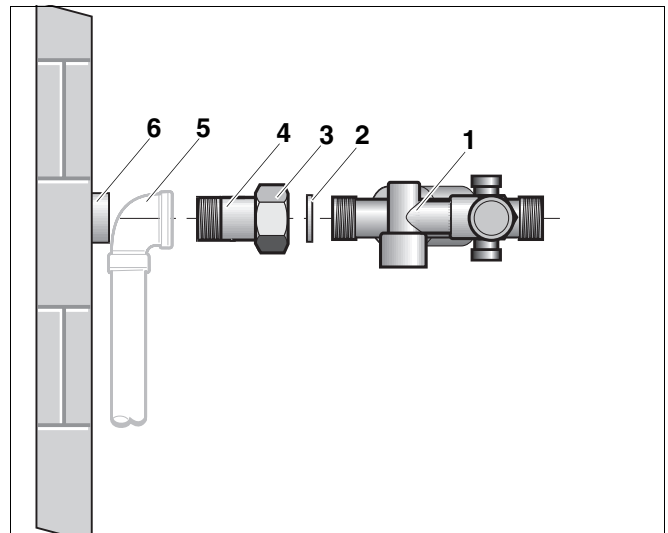
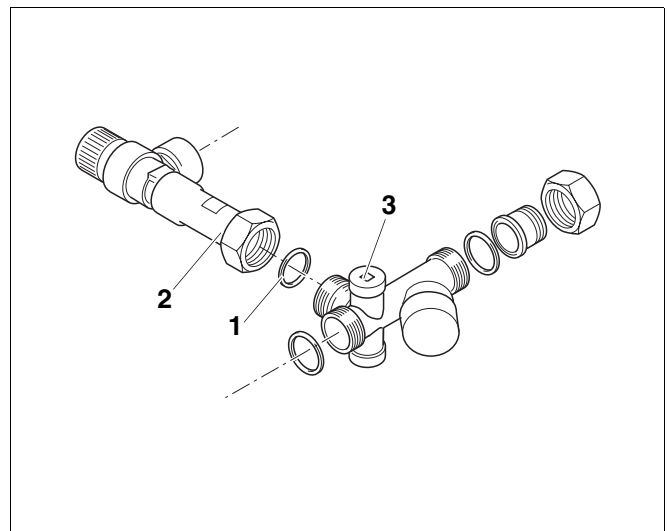

Abb. 23 Sicherheitsgruppe montieren
Abb. 24 Sicherheitsgruppe montieren
- Schraubnippel  $R\frac{1}{2} \times 37$  (Abb. 23, **Pos. 4**) mit Überwurfmutter (Abb. 23, **Pos. 3**) in den Kaltwasseranschluss (Abb. 23, **Pos. 5 oder 6**) eindichten.
- Sicherheitsgruppe (Abb. 23, **Pos. 1**) mit Dichtung (Abb. 23, **Pos. 2**) an den Schraubnippel (Abb. 23, **Pos. 4**) schrauben. Auf Dichtung und Fließrichtung achten!
- Sicherheitsventil mit seitlicher Verlängerung (Abb. 24, **Pos. 2**) und eingelegter Dichtung (Abb. 24, **Pos. 1**) an die Sicherheitsgruppe (Abb. 23, **Pos. 3**) schrauben.
Auf der Eingangsseite wird die Überwurfmutter (Abb. 23, **Pos. 3**, Seite 16) der Sicherheitsgruppe verwendet.